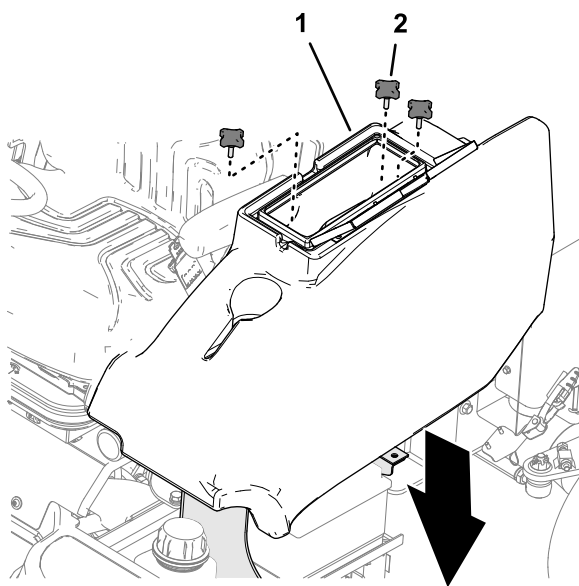

Figure 54
2. Montez le compartiment de rangement sur la machine avec les 3 boutons (Figure 54)